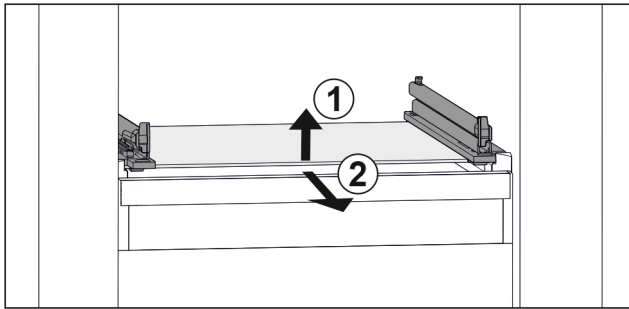

Fig. 110 Beispielhafte Darstellung der Glasplatte
- ▶ Glasplatte vorne anheben. Fig. 110 (1)
- ▶ Glasplatte nach vorne entnehmen. Fig. 110 (2)